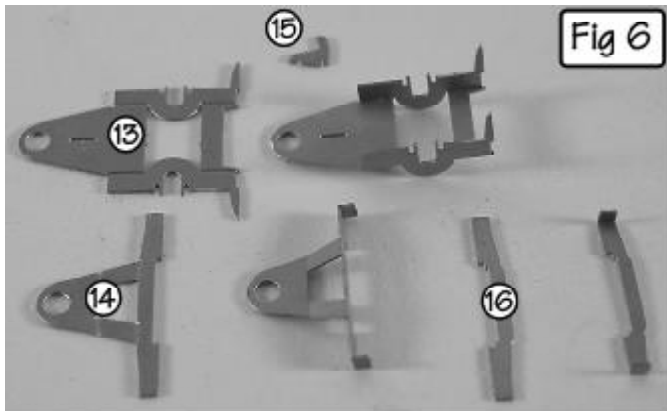

Fig 6
4.2 : Pliez-les comme indiqué Fig 6 puis soudez-les.